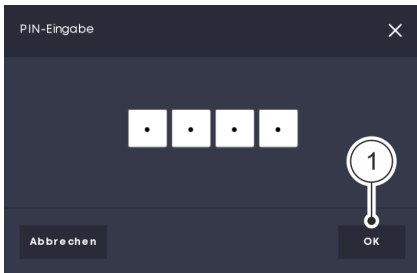

Abb. 55 PIN eingeben
06. In dem Pop-up-Fenster die vierstellige Sicherheits-PIN eingeben und mit „OK“ bestätigen Abb. 55/1.